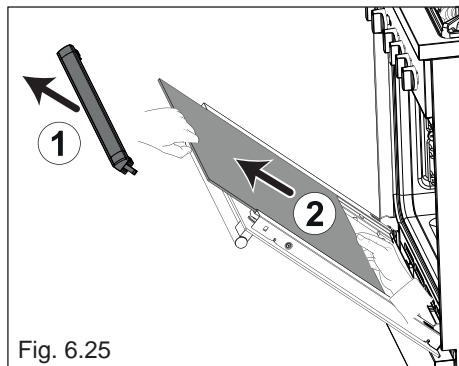
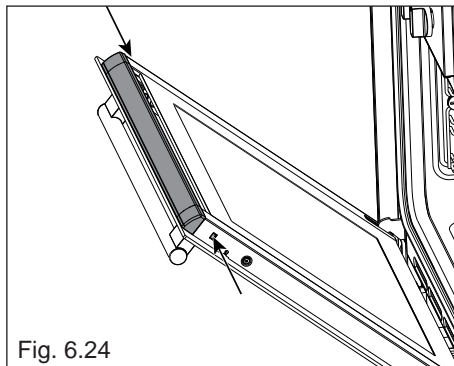

Fig. 6.25
Fig. 6.24
- Premere sulle due alette per sganciare il profilo superiore (frecche di fig. 6.24), quindi rimuoverlo delicatamente (freccia 1 di fig. 6.25).
- Sfilare delicatamente il vetro interno (freccia 2 di fig. 6.25).